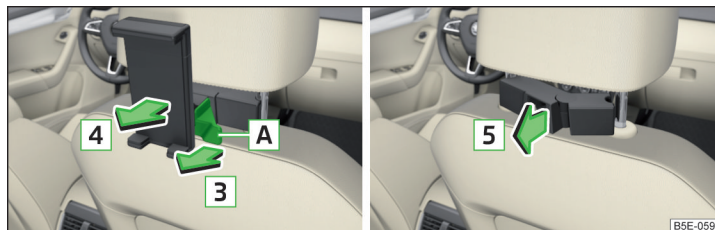

Abb. 122 **Abnehmen: Halter / Adapter**
- Zum **Abnehmen** an der Sicherungslasche **A** in Pfeilrichtung **3** ziehen und den Halter in Pfeilrichtung **4** aus dem Adapter nehmen » **Abb. 122**.